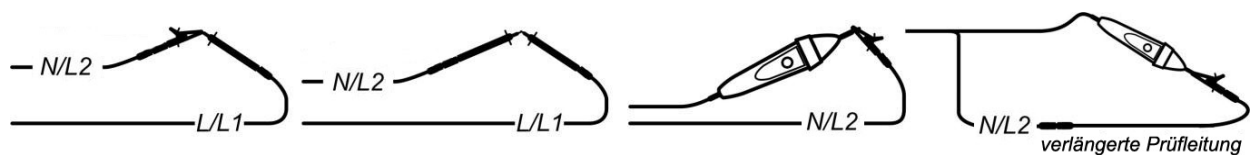

Abbildung 5.13: kurzgeschlossene Prüflleitungen
- ❑ Schließen Sie die Prüflleitungen an das Prüfgerät und schließen Sie die Prüflleitungen kurz (siehe Abbildung 5.13).